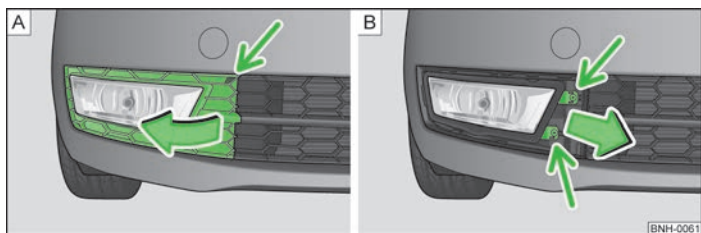

Fig. 130 Bara de protecție față: Grilaj de protecție/demontarea proiectoarelor de ceață
- Desprindeți grilajul de protecție în locurile marcate cu săgeți » fig. 130 -  cu ajutorul etrierului pentru extragerea capacelor integrale de roți » pagina 145, *Trusa de scule*.
- Detașați grilajul de protecție în sensul săgeții » fig. 130.
- Deșurubați farul de ceață » fig. 130 -  folosind șurubelnița din trusa de bord.
- La remontare, introduceți farul de ceață în sens contrar săgeții » fig. 130 -  și înșurubați-l.